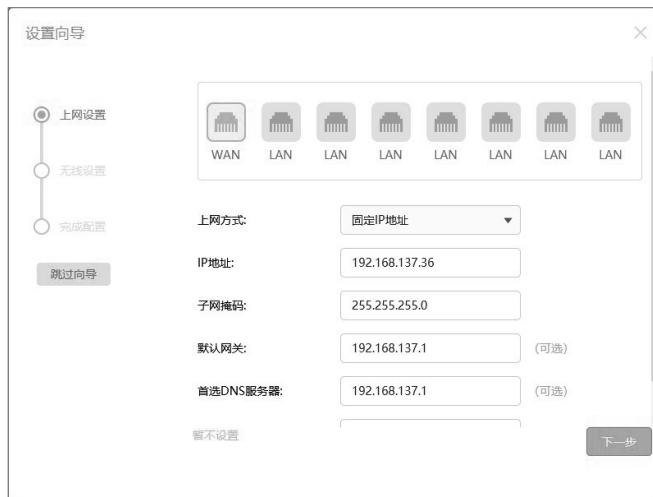

图4-8 上网方式-固定IP
3)如果上网方式为静态IP, 即拥有网络服务商提供的固定IP地址, 则需要填写IP地址、子网掩码、网关和DNS服务器等内容, 如图4-8所示, 填写完毕后单击“下一步”, 将会进入接口信息页面。